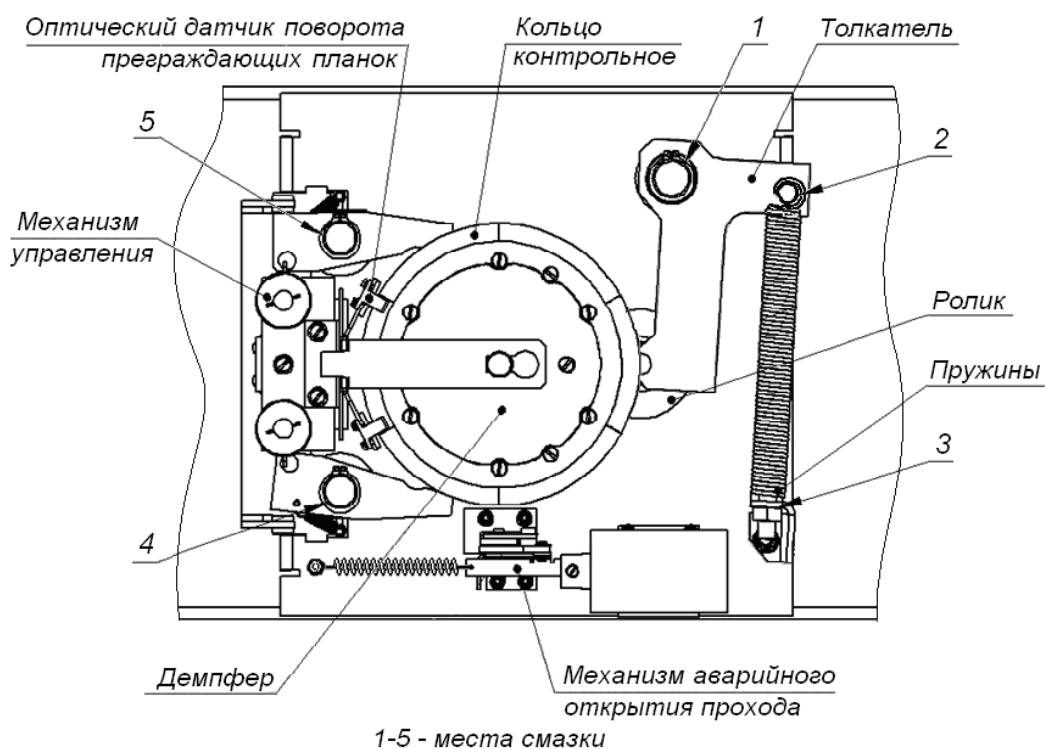

Рисунок 16. Расположение внутренних деталей и узлов стойки ЭП
4. Снимите крышку (3) в порядке, указанном в разд. 6 и положите ее на ровную устойчивую поверхность.
5. Осмотрите устройство доворота (толкатель, пружины и ролик), оптические датчики поворота преграждающих планок и демпфирующее устройство (см. рис. 16).
- смазкой типа **Chain and Rope Lube Spray - WEICON** оси вращения рычага толкателя (1, рис. 16) ролика и стопоров (4, 5, рис. 16);
- смазкой ШРУС-4 точки крепления пружин доворота (2, 3, рис. 16).
9. Проверьте крепление преграждающих планок (4) в шарнирных узлах турникета и, при необходимости, подтяните крепежные винты.